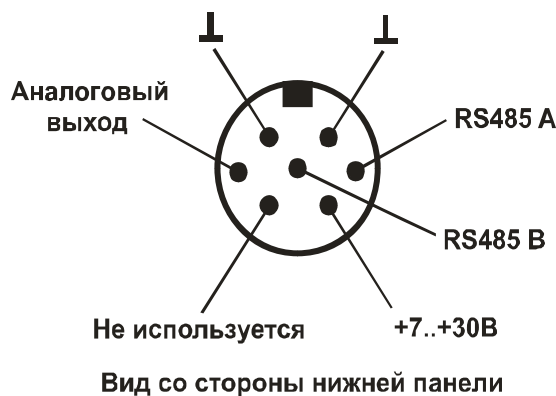
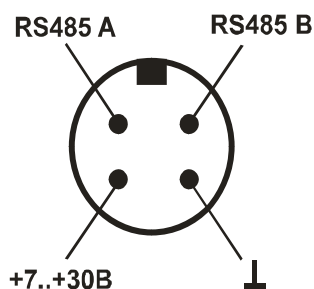

Рисунок 4 Вилка РС-7, исполнение “Аналоговый выход”
Рисунок 5 Вилка РС-4, исполнение “Цифровой выход”
7.6 Подключите интерфейсный кабель к прибору. В зависимости от исполнения прибора устанавливается разъем РС-4 или РС-7. На прибор в исполнении ТТМ-2-04-02 “Аналоговый выход” устанавливается разъем РС-7, см. рисунок 4, а в исполнении ТТМ-2-04-01 “Цифровой выход”, разъем РС-4, см. рисунок 5.